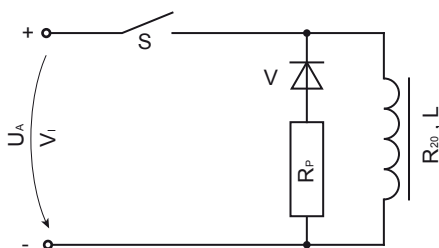

Fig. 6: Abfalldämpfung / Increase of release time
8.6. Abfalldämpfung (Fig. 6)
8.6. Increasing the release time (Fig. 6)